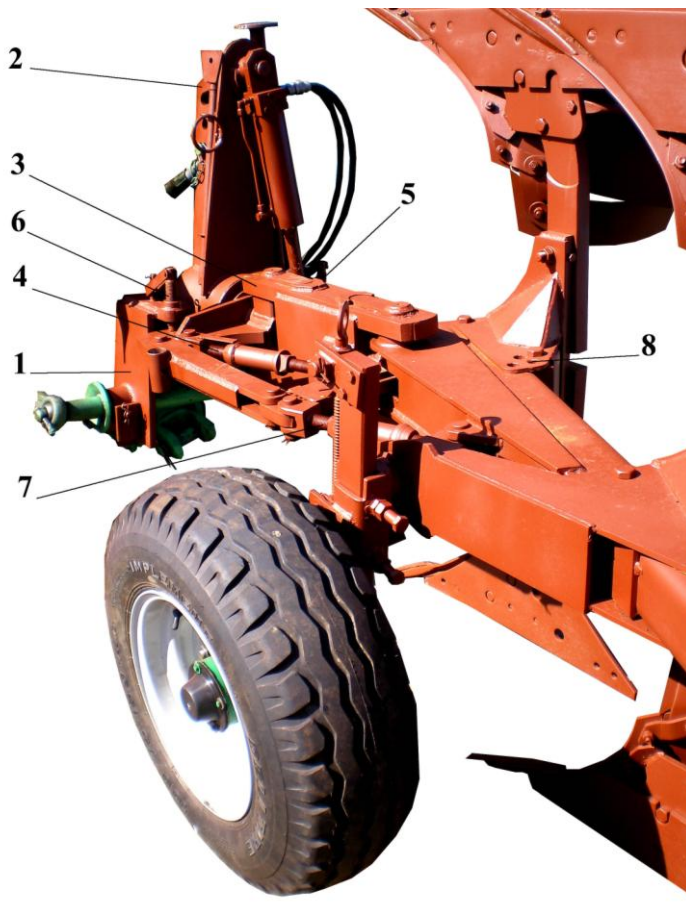

Рисунок 3 – Механизмы поворота рамы и изменения ширины захвата плуга:
2.4 Механизм поворота рамы (рисунок 3) включает ловители 1 и стойку 2 с отверстием для соединения с навеской трактора, а также рычажный механизм 3 поворота рамы посредством гидроцилиндра, параллелограммный механизм с внутренним талрепом и задний талреп.
6.3 Регулировка ширины захвата первого корпуса плуга осуществляется талрепом 4 параллелограммного механизма (см. рисунок 3), а регулировка ширины захвата остальных корпусов талрепом 7 и перестановкой болта крепления кронштейнов 8 крепления корпусов.
Перекосы рамы в поперечном направлении устраняются регулировочными винтами 5 и 6 (см. рисунок 3), которые одновременно являются и ограничителями при повороте рамы в ту или другую сторону (для пахоты правооборачивающими корпусами).
7.2 Корректировка ширины захвата первого корпуса (правооборачивающего и левооборачивающего) осуществляется талрепом параллелограммного механизма (рисунок 3).
Окончательная регулировка (корректировка) одинаковой глубины пахоты как правооборачивающими, так и левооборачивающими корпусами осуществляется при помощи винтов 5 и 6 навески с механизмом поворота (рисунок 3). Она производится непосредственно в поле.